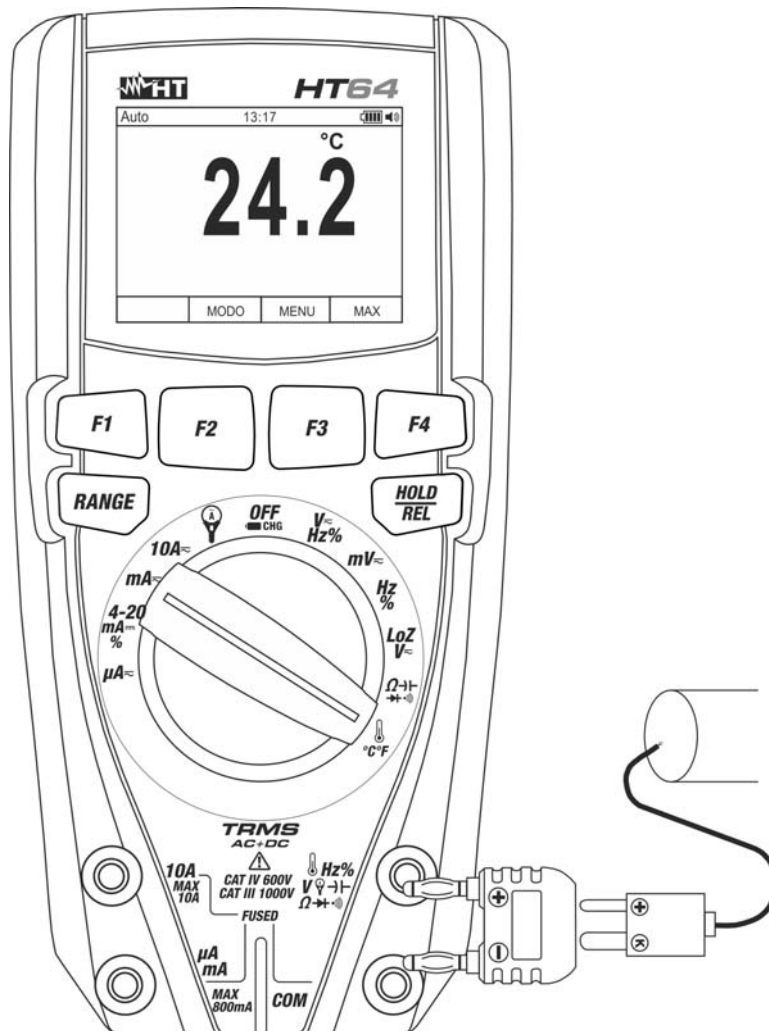

Fig. 29: Uso dello strumento per misura di Temperatura
3. Inserire l’adattatore in dotazione nei terminali di ingresso Hz% V Ω (polarità +) e **COM** (polarità -) (vedere Fig. 29)